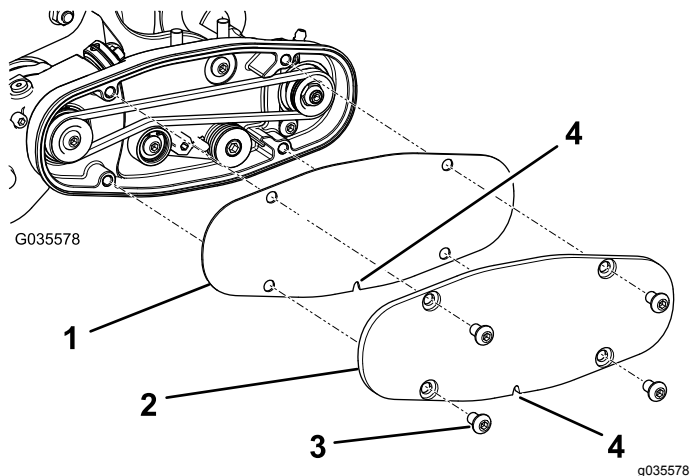

Figura 15
- Alinhe a cobertura da correia com os furos de montagem e prenda a cobertura com quatro parafusos (Figura 15).